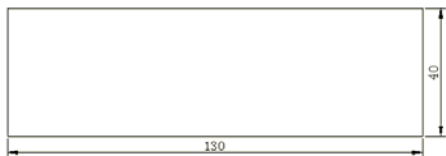

图 5-55 标题栏边界
- 02 选择菜单【绘图】|【直线】命令，配合【正交】功能绘制如图 5-55 所示的连续直线。